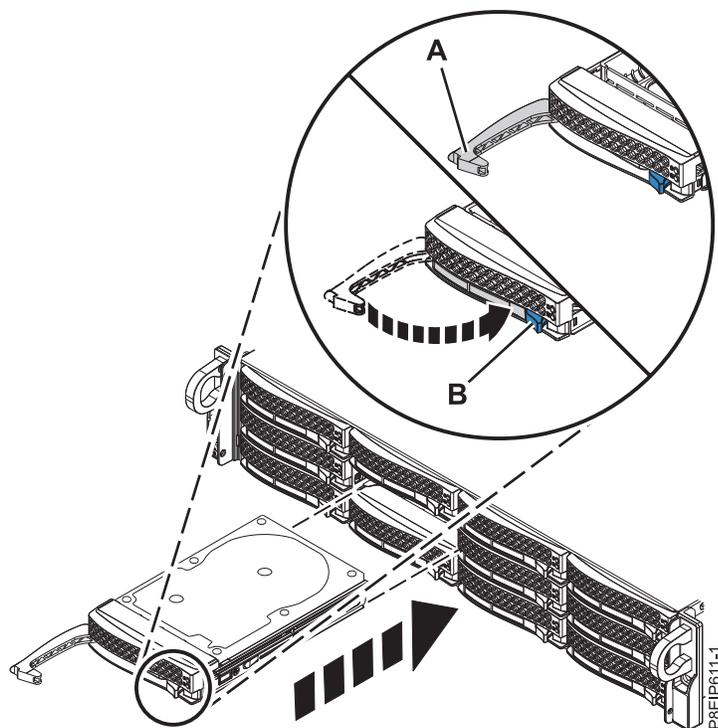

Figura 100. Detalhe da trava da unidade de disco
3. Trave a alça do compartimento de unidade (A) empurrando a liberação da alça até que ela trave em (B) conforme mostrado na Figura 100 na página 96.